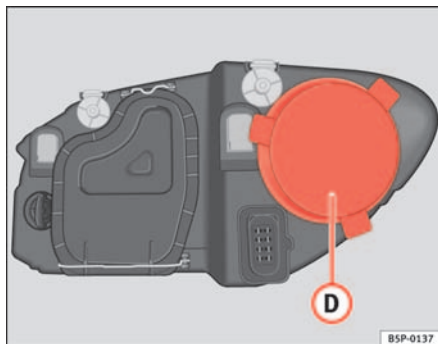

Abb. 179 Standlicht
- Den Deckel ⇒ Abb. 179 (D) abziehen.